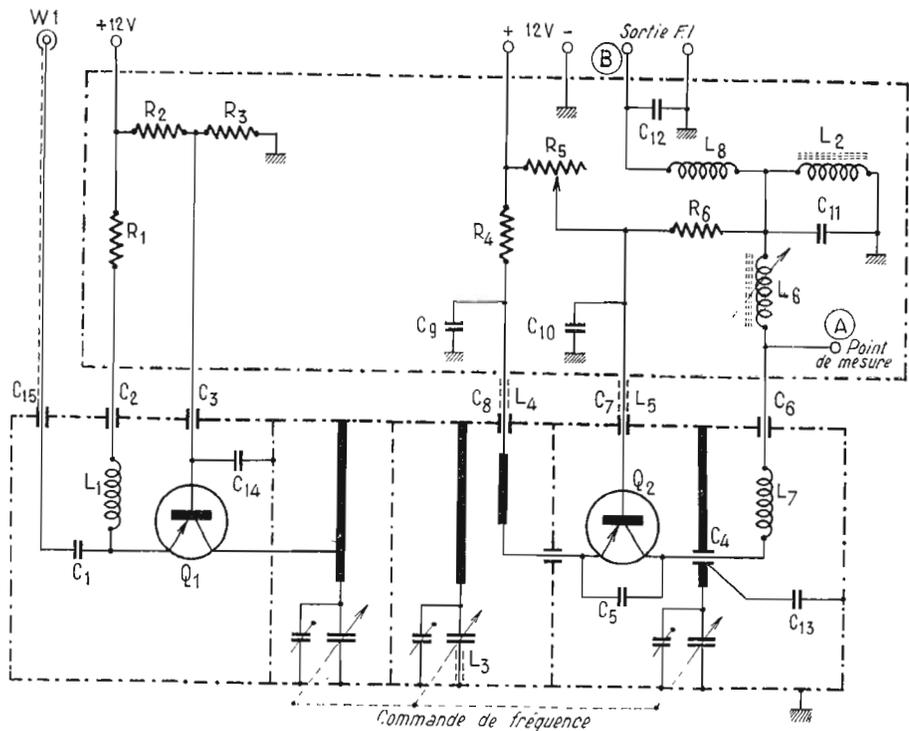

FIG. 1
câblé et réglé. Nous en donnons cependant le schéma de principe à la figure 1, ainsi que les caractéristiques électriques dans le tableau I.
La liaison F.I. entre le tuner U.H.F. et l'amplificateur F.I. se fait par l'intermédiaire d'un filtre de bande, constitué par deux circuits surcouplés par une capacité à la base. Le primaire de ce filtre, livré câblé et réglé, est également représenté sur la figure 1.
3. Contrôle de la courbe U.H.F. — Injecter sur l'entrée W_1 du tuner, une tension U.H.F. wobulée (environ 10 mV) (fig. 1).